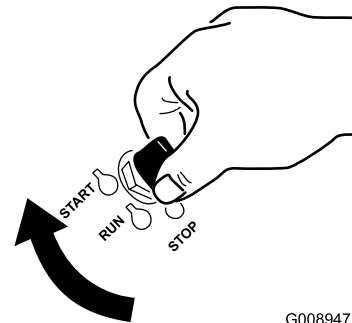

Figura 20
1. Rode a chave da ignição para a posição ARRANCAR (Figura 20).